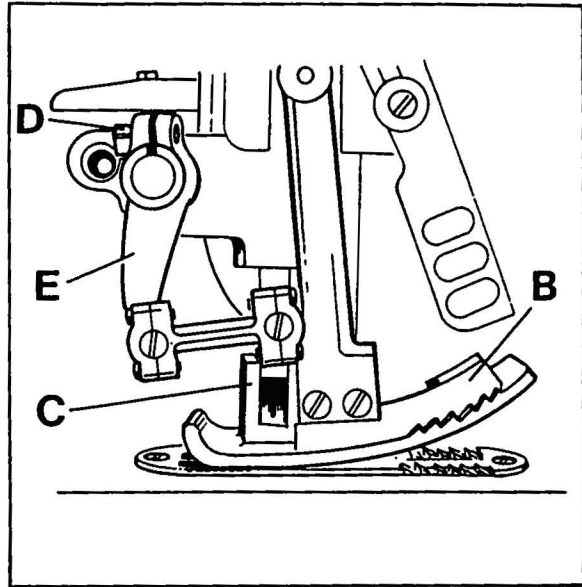

Fig. 18
Assemble the upper feed dog (B, Fig. 18) and the presser foot (C). The upper feed dog (B) should not push against the front or rear end when moving in the slots of presser foot (C).
Montieren Sie den Obertransporteur (B, Fig. 18) und den Drückerfuß (C). Der Obertransporteur (B) darf bei seiner Bewegung in den Schlitzen im Drückerfuß (C) weder vorne noch hinten anstoßen.
For setting the upper feed dog with respect to the slot ends in the presser foot and the tooth spaces of the lower feed dog, loosen screw (D, Fig. 18) and turn drive lever (E) accordingly to the front or rear. Retighten screw.
Zum Einstellen des Obertransporteurs im Bezug zu den Schlitzenden im Drückerfuß und zu den Zahnücken des unteren Transporteurs, lösen Sie die Schraube (D, Fig. 18) und schwenken den Antriebshebel (E) entsprechend nach vorne oder hinten. Ziehen Sie Schraube wieder an.